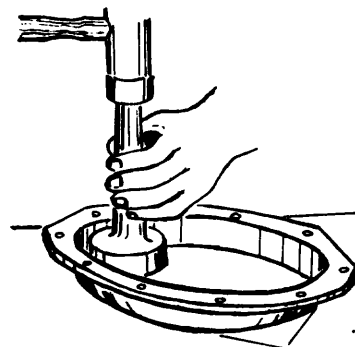

Fig. 5
- c Aplique adhesivo en la zona de alojamiento e instale el retén de aceite (fig. 5).